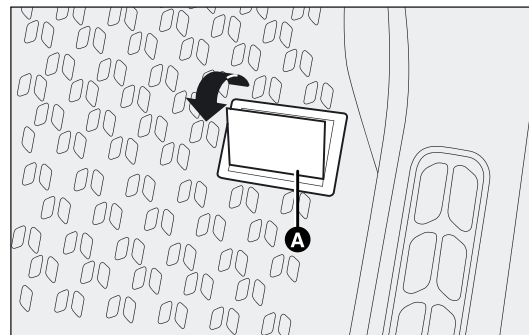

fig. 191
- op de bodemplaat nabij de rechter voorstoel; het is bereikbaar nadat het klepje is geopend A-fig. 191